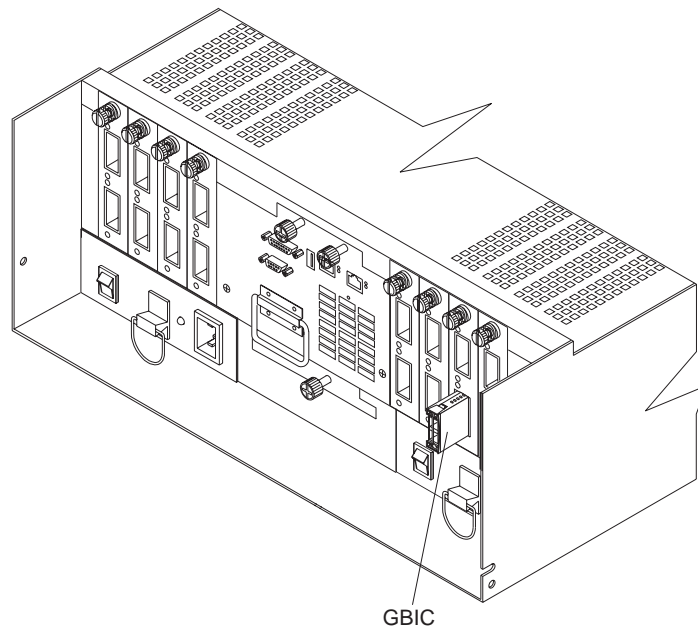

Figura 30. Instalación de un GBIC en una unidad FAStT500
1. Inserte un GBIC en un puerto de miniconcentrador de una unidad ubicado en la parte posterior de una unidad FAStT500, tal como se muestra en la Figura 30.